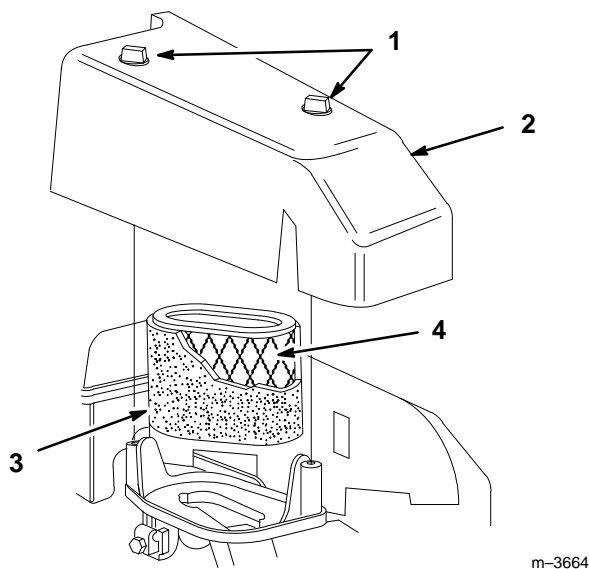

Figure 16
2. Afloje las 2 perillas que sujetan la cubierta del depurador de aire al motor (Fig 16).